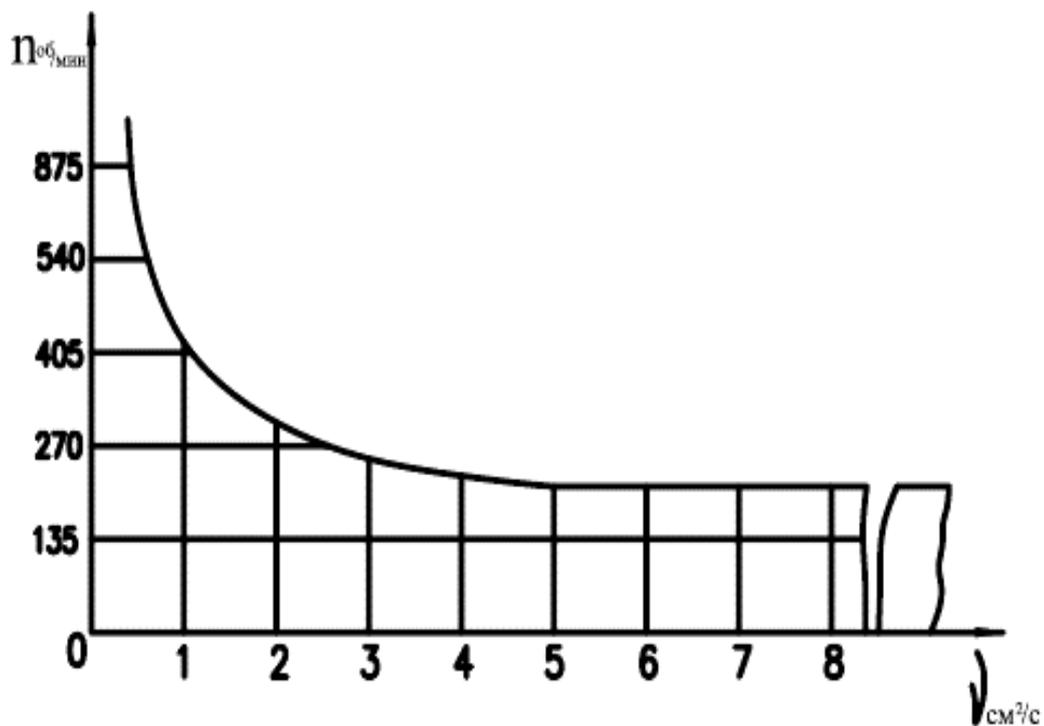

Рис. 2. Зависимость допустимой частоты вращения шестерен от вязкости перекачиваемой жидкости.
** При вязкости перекачиваемой жидкости свыше 1,5см² /с частота вращения насоса должна быть снижена в соответствии с графиком (см. рис. 2).